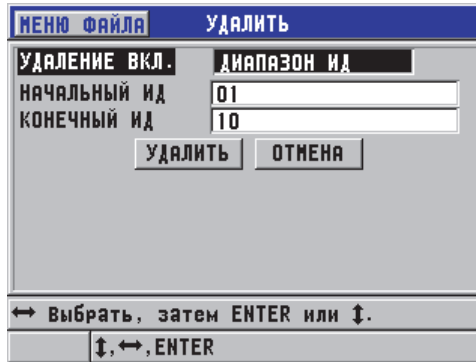

Рис. 6-32 Удаление данных диапазона ИД в активном файле
2. В окне **УДАЛИТЬ** (см. Рис. 6-32 на стр. 129), установите **УДАЛЕНИЕ ВКЛ** на **ДИАПАЗОН ИД**.